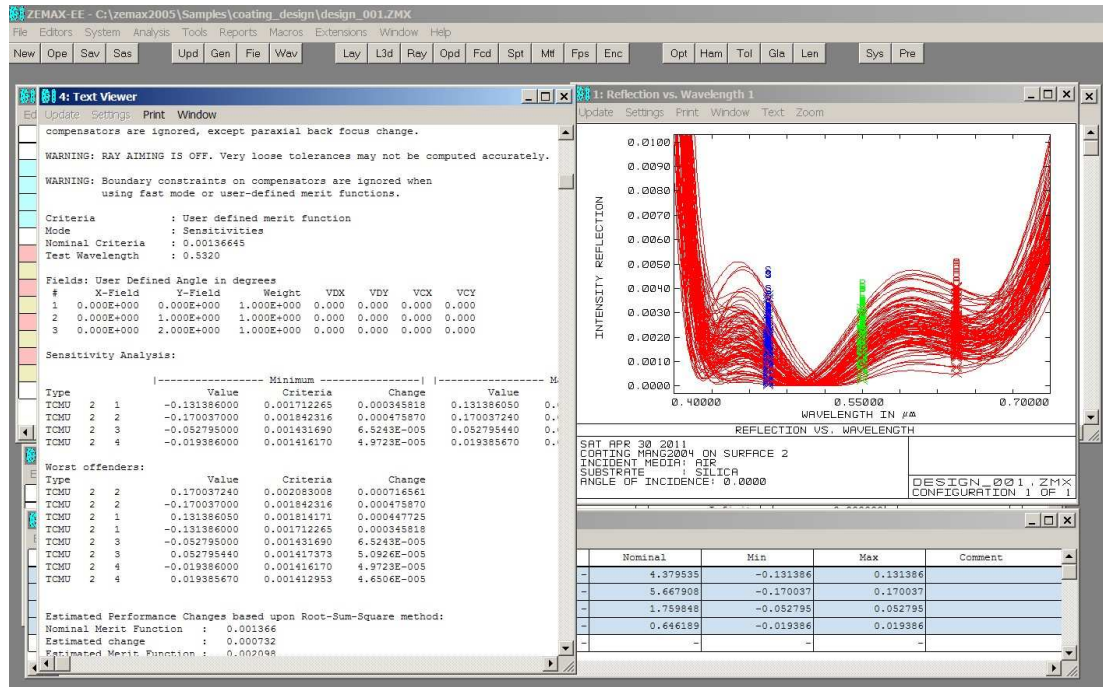
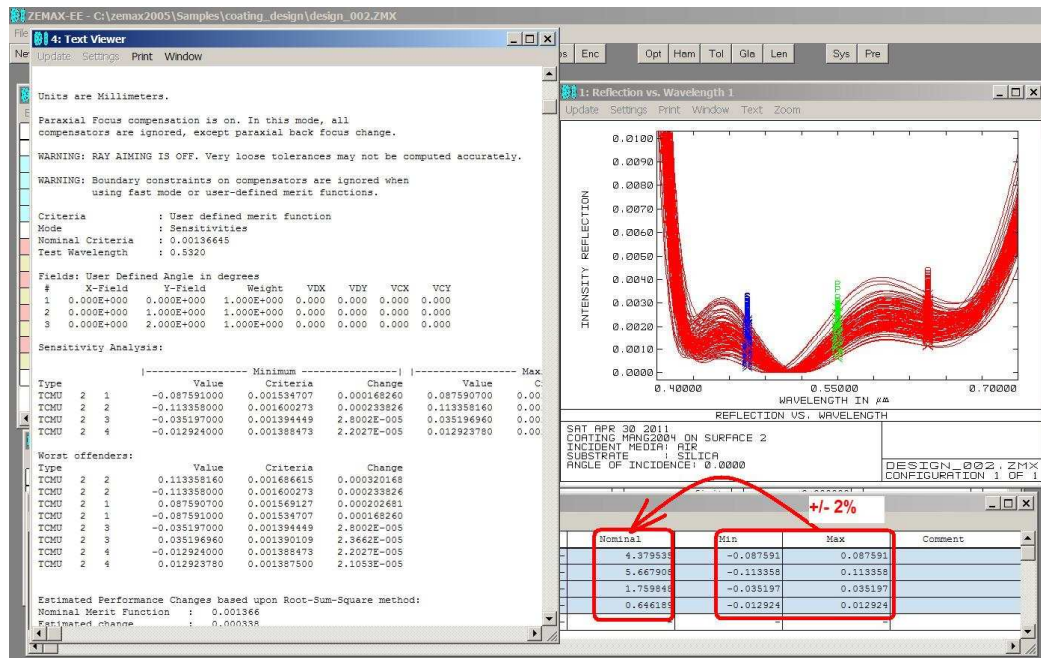

图 10-1
图 10-2
- 图 10-1 是公差分析可能出现的结果，可以看出膜厚 $\pm 3\%$ 公差使剩余反射相当勉强地满足小于 0.5% 的要求，图 10-2 是膜厚公差紧缩至 $\pm 2\%$ 的分析，这个结果显然让人放心多了，---当然，最终的公差还是要和生产厂家协定的。